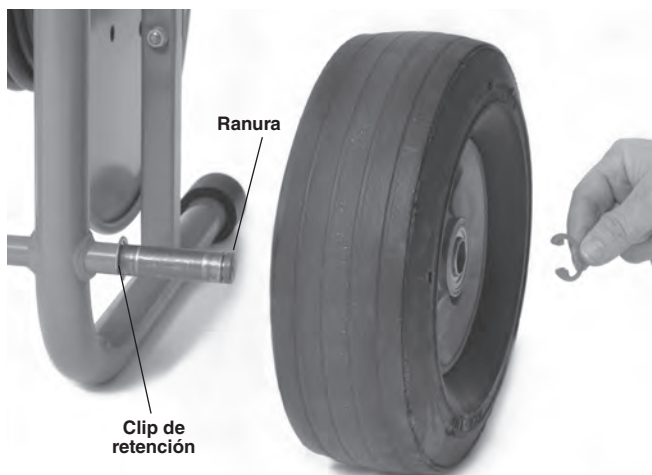

Figura 5 – Ensamblaje del carrito de la KJ-2200
1. Deslice un clip de retención sobre cada extremo del eje hasta la ranura interior (Figura 5).